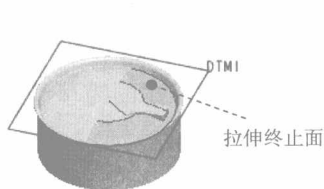

图 2.2.7 拉伸 1
Step5. 添加如图 2.2.7 所示的拉伸特征——拉伸 1。
(1) 选择下拉菜单 **插入(I)**  **拉伸(E)**  命令, 系统弹出“拉伸”操控板。
(2) 定义截面放置属性。
① 在绘图区右击, 从弹出的快捷菜单中选择 **定义内部草绘**  命令, 系统弹出“草绘”
(4) 在操控板中，选取深度类型为 （即“至选定的”），选取如图 2.2.7 所示模型面为拉伸终止面。
(5) 在操控板中，单击“完成”按钮 ，完成拉伸特征的创建。